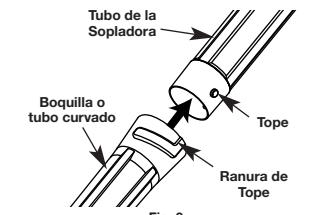

Fig. 3
- Inserte el tope del tubo de la sopladora en la ranura de tope de la boquilla (Fig. 3).
- Alinee el tope en el extremo del tubo de la sopladora con la ranura del tope en el extremo inferior de la salida de la sopladora (Fig. 3).